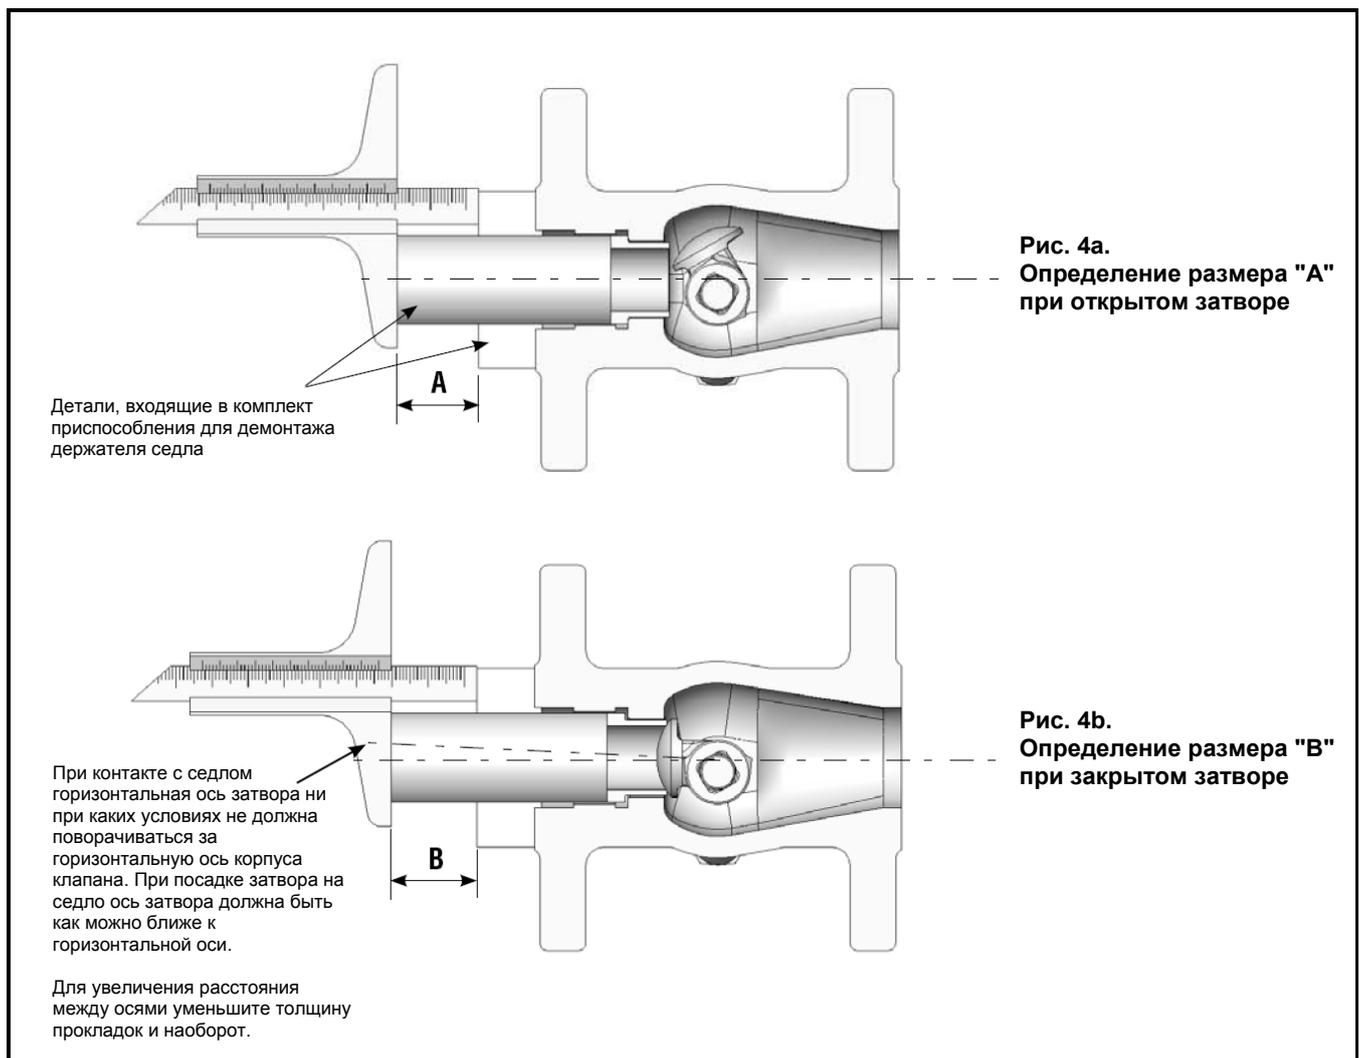

Рисунок 4. Установка прокладок седла
- 7.7 Установите седло без регулировочных прокладок в корпус клапана. Измерьте расстояние А (см. рис. 4) при отсутствии прокладок и при затворе в открытом положении (повернутом на 90°), как показано на рис. 4а.
- 7.8 Установите затвор в закрытое положение и затем измерьте размер 'В,' как показано на рис. 4б.